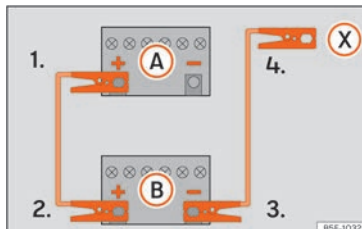

Fig. 60 Esquema de connexió per a vehicles sense sistema Start Stop.
2. Emborneu un extrem del cable vermell d'emergència al pol positiu (+) del vehicle amb la bateria descarregada (A) » » » fig. 60.
3. Emborneu l'altre extrem del cable vermell d'emergència al pol positiu (+) del vehicle que subministra el corrent (B).
- 4a. En els vehicles sense sistema Start-Stop: emborneu un extrem del cable negre d'emergència al pol negatiu (-) del vehicle que subministra el corrent (B) » » » fig. 60.